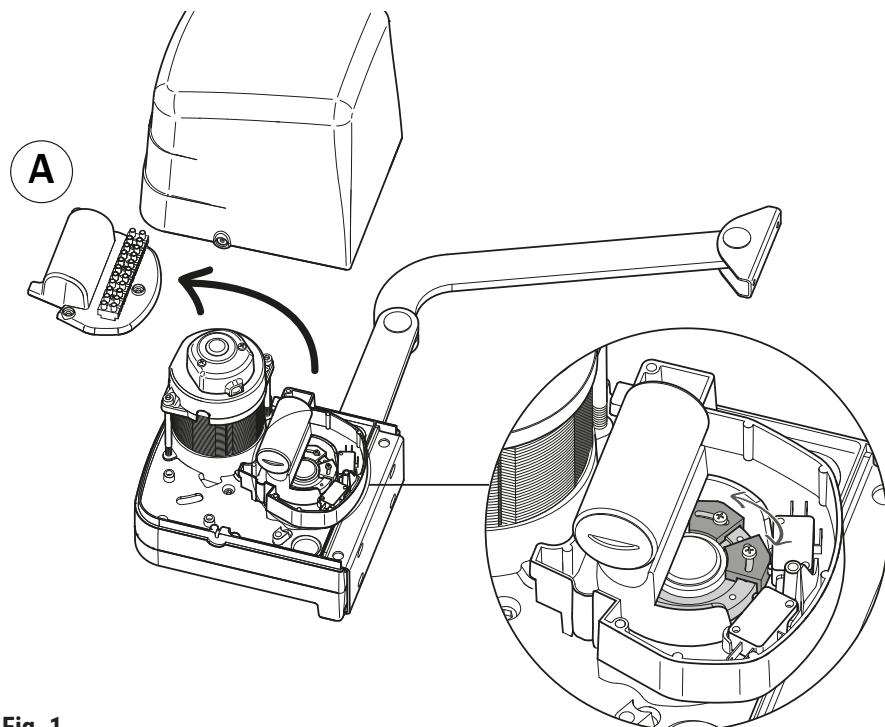

Fig. 1
- Retire a tampa do motor e a tampa do condensador (fig. 1).